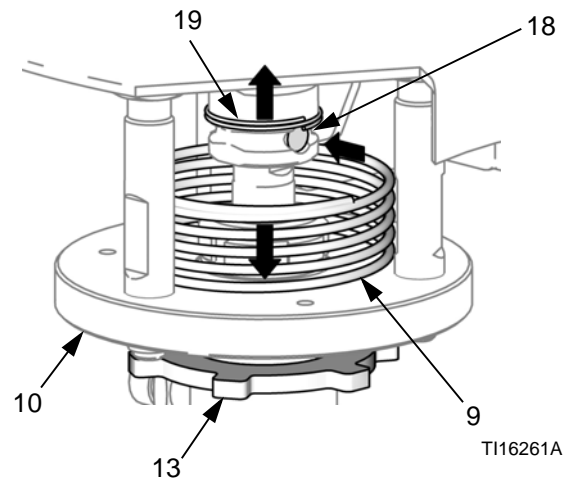

FIG. 6. Säkerhetsfjäders och anslutningsstift
4. Se FIG. 6. Tryck ner säkerhetsfjäders (9) och håll in för att komma åt kopplingsbulten (18). Skjut upp spärrfjäders (19) och tryck ut bulten med skruvmejsel eller stans.
5. Lossa låsmuttern (13).